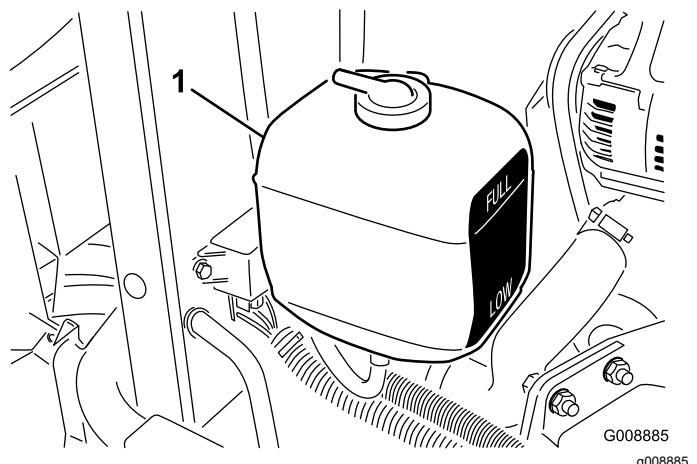

Figura 29
2. Controllate il livello del refrigerante nel serbatoio di espansione (Figura 29). A motore freddo il livello del refrigerante deve essere a metà circa tra i segni riportati sul fianco del serbatoio.